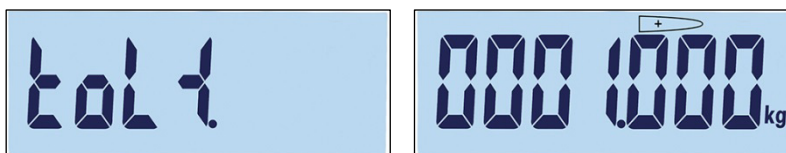

Figura 3-49: Pantallas de nombre de tolerancia positiva y ajuste
21. La tolerancia positiva (Tol +) se edita en la siguiente pantalla (Figura 3-49). Una vez que se ajusta el valor, presione para ir al paso siguiente.